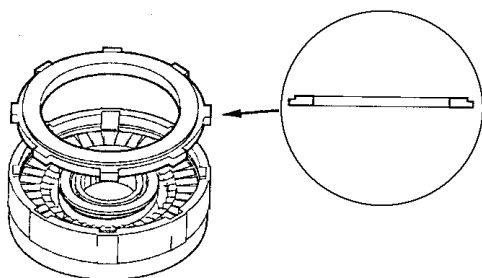

图 5-117 安装离合器片
5) 如图 5-117 所示, 首先安装离合器片, 然后交替安装离合器片和离合器盘。让离合器盘的平面侧朝向离合器盘, 来安装离合器底板。